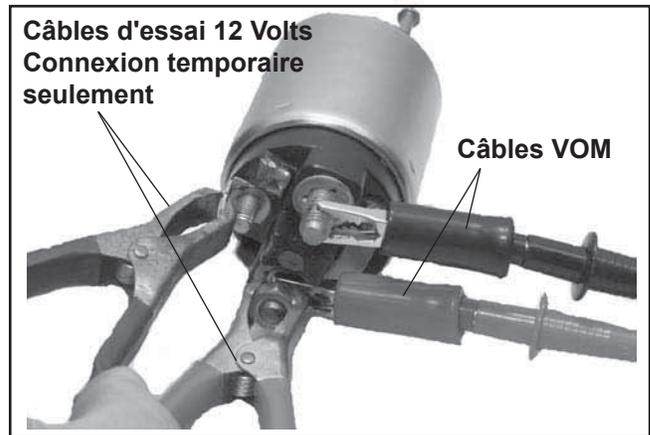

Figure 8-75. Essai de continuité du contact solénoïde/bobine d'entraînement.
Utiliser un ohmmètre réglé sur l'échelle Rx2K ou audible et connecter les deux câbles de l'ohmmètre sur les deux grandes bornes. Effectuer l'essai précédent (1) et vérifier la présence de continuité. Voir la Figure 8-75. L'ohmmètre devrait indiquer de la continuité, s'il n'y a aucune continuité il faudrait remplacer le solénoïde. Répéter l'essai plusieurs fois pour confirmer l'état.